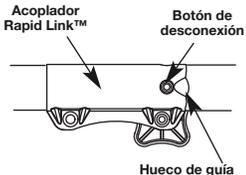

Fig. 13
2. Opima y sostenga el botón de desconexión (Fig. 13).
**NOTA:** La alineación del botón de desconexión con el hueco de guía facilitará la instalación (Fig. 13).